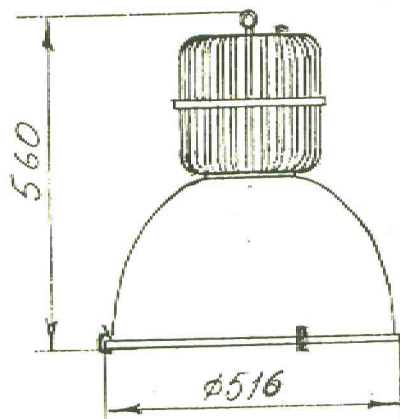

Рис.1
1.1. Светильники подвесные РСП51-250-011 (рис.1) с разрядными лампами высокого давления предназначены для освещения производственных зданий. Возможно применение светильников для освещения складских помещений, катков, эстакад, торговых и выставочных павильонов.